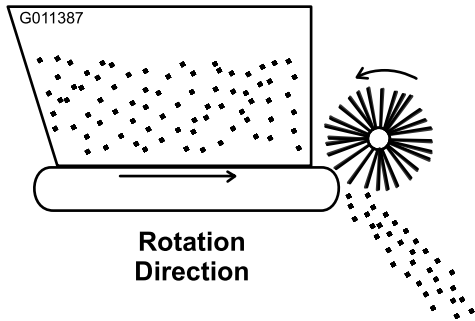

Bild 18
4. Lassen Sie den Fahrzeugmotor an und kontrollieren Sie die Drehung des Förderbands und der Bürste. Schieben Sie den Hebel der Remotehydraulik des Fahrzeugs in die LAUF-stellung. Die Drehung sollte so wie in Bild 18 dargestellt aussehen. Wenn die Drehung rückwärts ist, müssen die Schnellkupplungen umgetauscht werden.